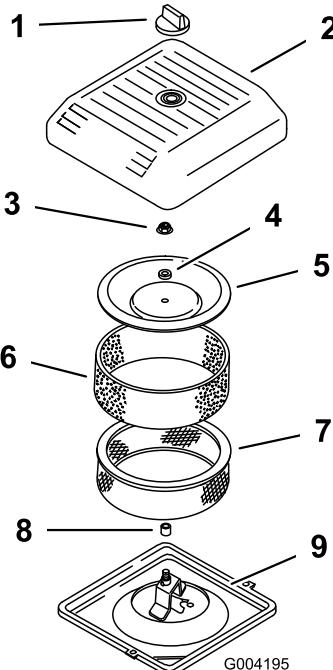

Figura 147
1. Deslice cuidadosamente el prefiltro de gomaespuma sobre el elemento de papel (**Figura 147**).